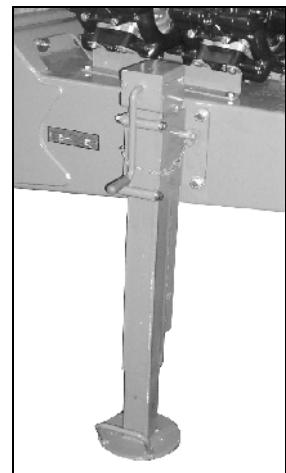

Fig. 42
- Støttefoten er senket (Fig. 42) når maskinen er frakoblet.